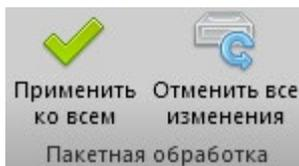

Рисунок 19
4. Если Вас не устроил результат, нажмите кнопку «Отменить все изменения» (рис. 19).